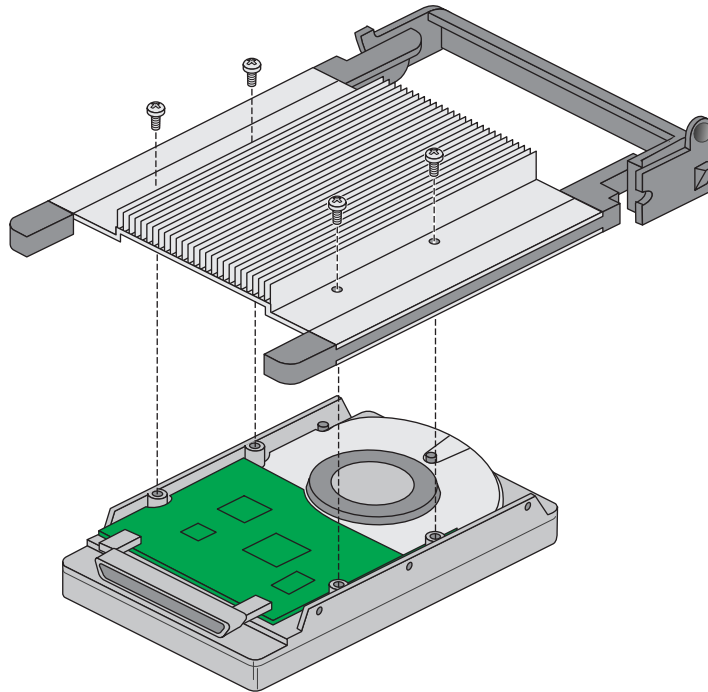

Abbildung 5-1 Befestigen der Baugruppe aus Laufwerkträger und Kühlkörper an einem Festplattenlaufwerk
3. Richten Sie das Laufwerk so aus, daß der Anschluß sich nahe an der Oberseite des Laufwerks befindet, und platzieren Sie die Baugruppe aus Laufwerkträger und Kühlkörper auf der Oberseite des Laufwerks (Abbildung 5-1).